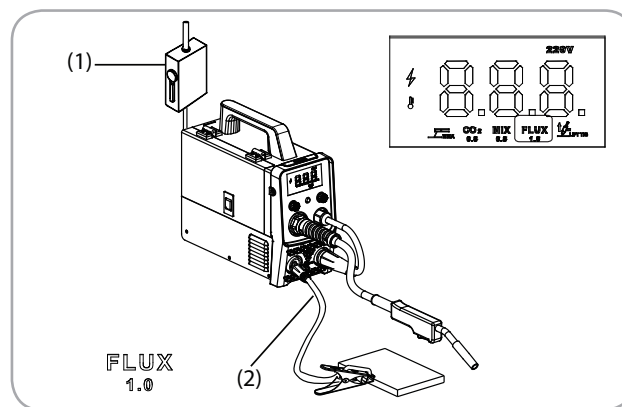

Fig.11
- Se va conecta aparatul la cutia de distribuție Fig 11 (1)
- Electrocul se va monta la terminalul pozitiv Fig 11 (2)